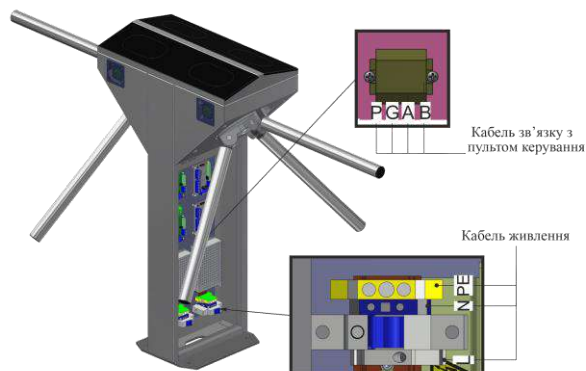

Рис. 16– Підключення кабелю живлення і кабелю зв'язку з пультом керування
13) Підключення турнікету (Рис. 16):